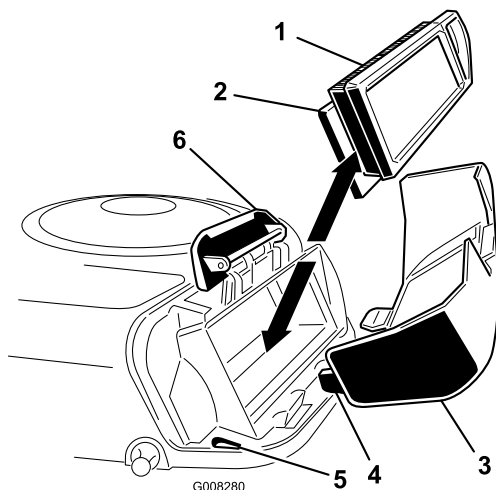

Figure 21
4. Sortez avec précaution les éléments en papier et en mousse du carter de ventilateur (Figure 21).
2. Placez les languettes du couvercle du filtre à air en face des fentes du carter de ventilateur (Figure 21). Accrochez la poignée sur le couvercle et appuyez dessus pour verrouiller le couvercle en place.